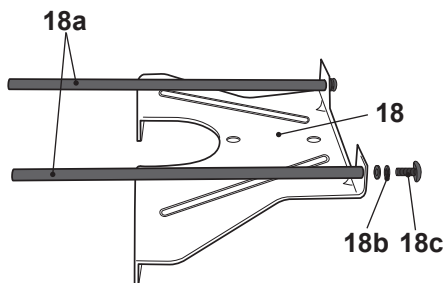

Fig. 7
- > Alinee el roscado de la punta de la varilla (18a) con el orificio de montaje en la guía paralela (18).
- > Fije la conexión con la arandela de presión (18b) y el tornillo (18c) utilizando un destornillador de estrella adecuado (Fig. 7)